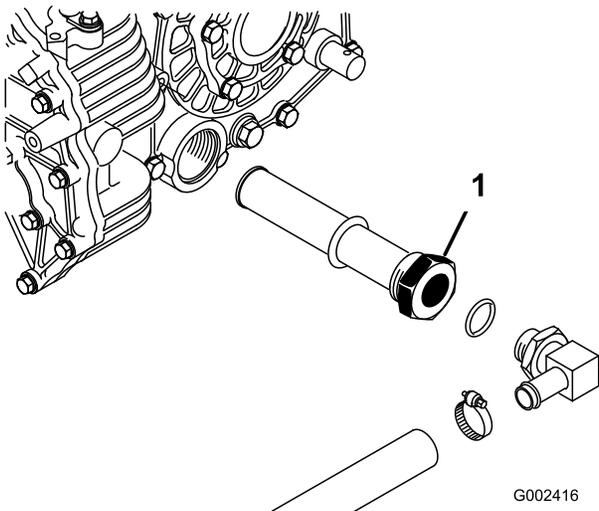

Figura 71
5. Annotatevi l'orientamento del flessibile idraulico e del raccordo a 90° collegati al filtro sul fianco del serbatoio (Figura 71).